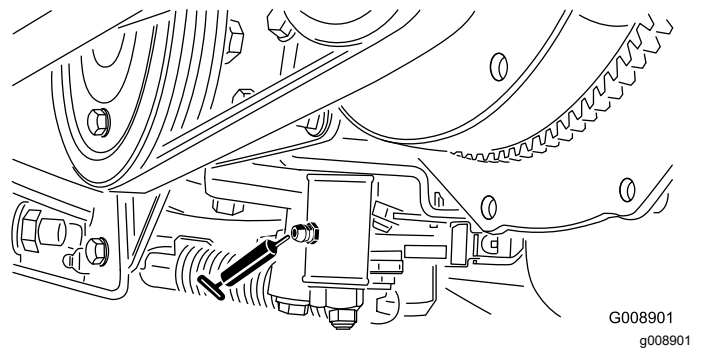

Bild 40
- Neutraleinstellungsmechanismus (Bild 40)